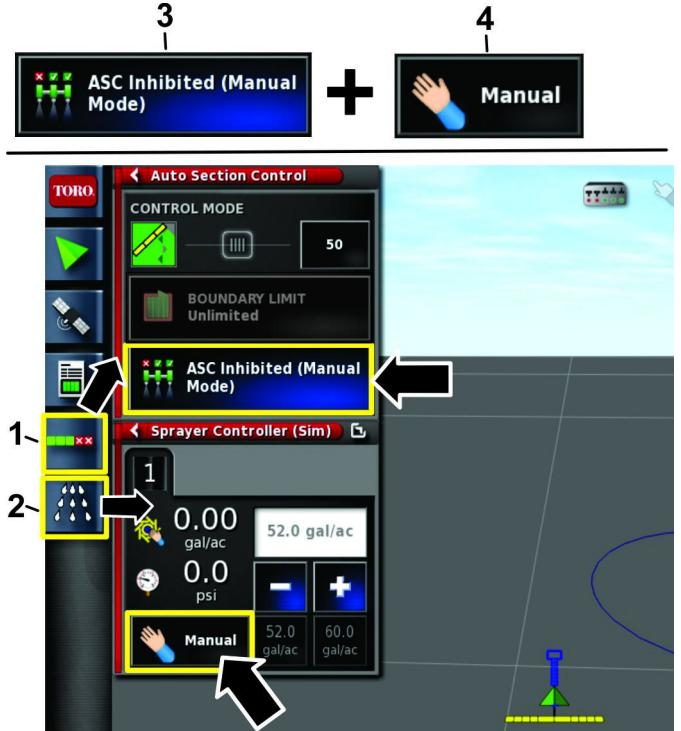

Figure 114
1. Appuyez sur l'icône de configuration de commande de section automatique et sur l'icône Contrôleur de pulvérisateur (Figure 114).
2. Mettez l'icône de régulation du débit sur MANUEL (Figure 114).